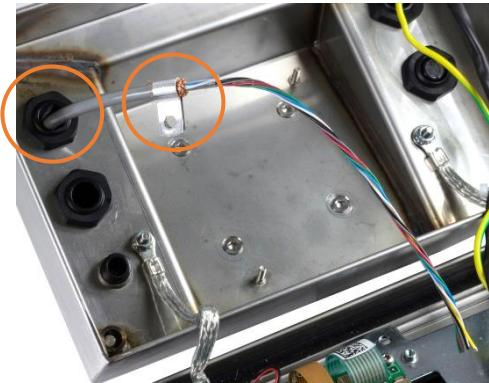

Figura 2-31: Passaggio del cavo della cella di carico nella scocca del terminale IND236, con il fermaglio di terra.
1. Il cavo della cella di carico entra attraverso il pressacavo illustrato nella Figura 2-31.